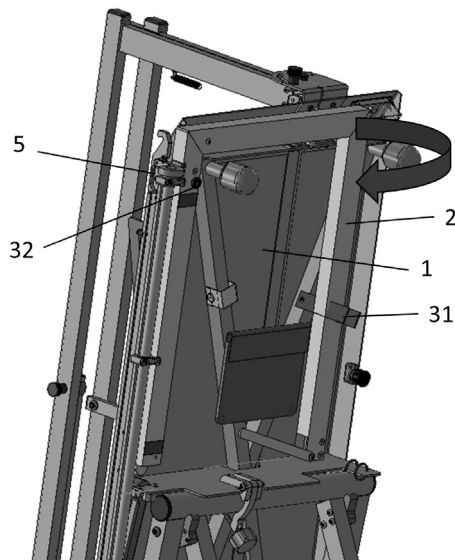

Fig. 7
Sul lato posteriore del pannello di base (pos. 1, fig. 7) è montata la taglierina angolare (pos. 2, fig. 7) che rimane in tale posizione se non viene impiegata.
Per la messa in funzione della taglierina angolare rimuovere il nastro (pos. 31, fig. 7) e orientare la taglierina angolare in direzione della freccia fino a che sia posizionata parallelamente all'archetto per taglio.
Attenzione: assicurare assolutamente che la guida a coulisse della taglierina angolare (pos. 32, fig. 7) sia inserita nell'apposita apertura della guida (pos. 5, fig. 7)!